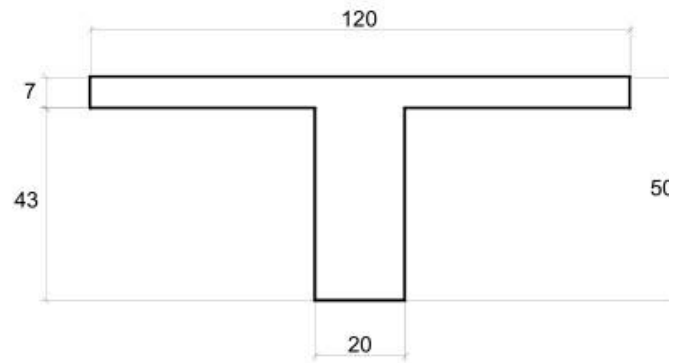

Figura 66 - Dimensões (cm) da seção T.
- 3) Dimensionar e detalhar a armadura longitudinal de flexão para a seção transversal da viga mostrada na Figura 66, sendo dados: